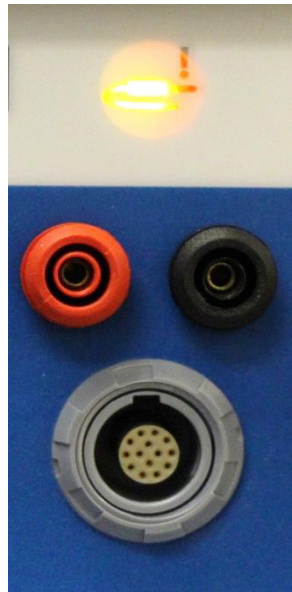

Figura 14
6. O ícone da sonda *cryoICE*, ilustrado acima na Figura 14, irá apagar se a sonda *cryoICE* estiver a funcionar corretamente e a temperatura ambiente aproximada será apresentada no ecrã de temperatura (normalmente, entre 10 e 25 °C). Um exemplo disso é apresentado na Figura 16.